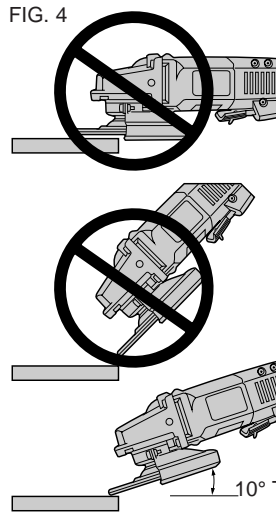

FIG. 5
Edge Cutting (Fig. 5)
- Placer la bride d'appui sur l'arbre de l'outil de la façon illustrée à la figure 5.